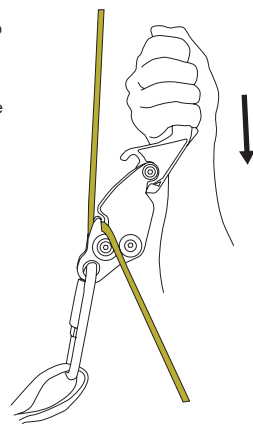

Fig. 3A
6. Inicie a descida usando o **SMARTLINE X** fig 3A.